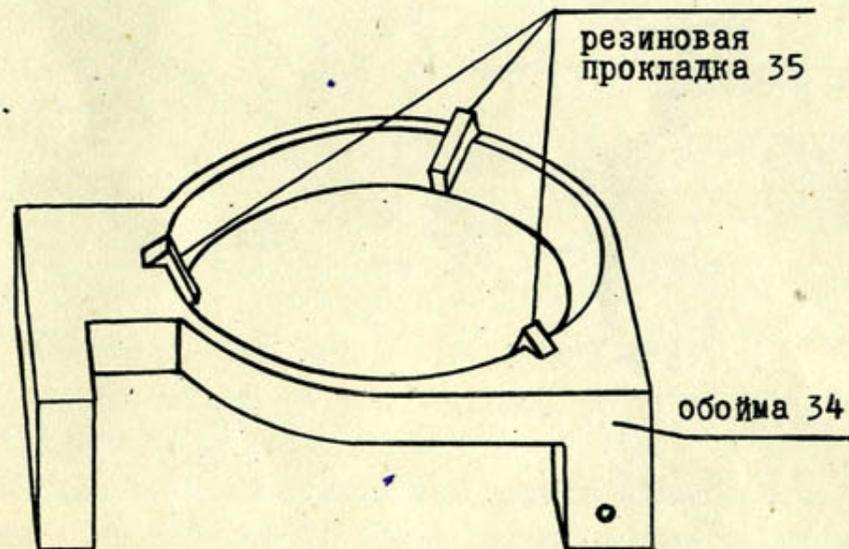

Рис.5. Установка резиновых прокладок на обойму крепления кинескопа
- вырежи и вклей в пазы обоймы 34 резиновые прокладки-амортизаторы 35, как это показано на рис.5, любым имеющимся нитроклеем и дай просохнуть;